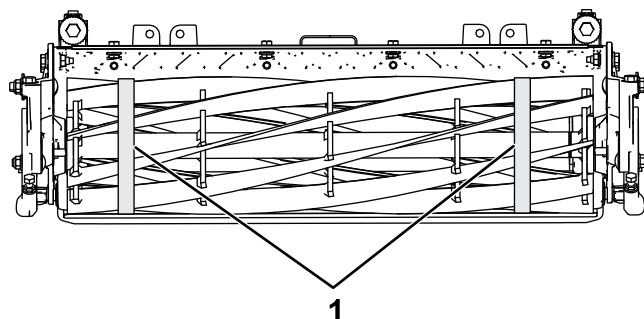

Bild 25
3. Messen Sie mit einem Durchmesser-Messband den Außendurchmesser der Spindel an beiden Enden (Bild 25); der Unterschied im Außendurchmesser zwischen den Enden sollte weniger als 0,25 mm betragen. Wenn die Differenz größer ist, schleifen Sie die Spindel, um die Differenz zu korrigieren.